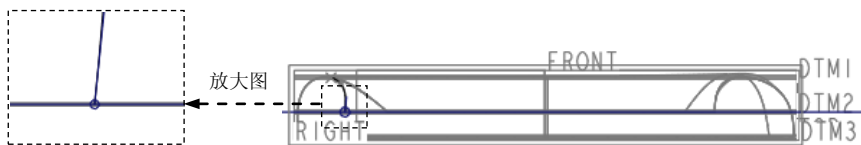

图 8.8.65 对齐端点
④ 按住 Shift 键, 将 ISDX 曲线 22 的下端点拖拉到基准平面 DTM2 上, 此时下端点显示为小圆圈 “○”, 如图 8.8.65 所示。